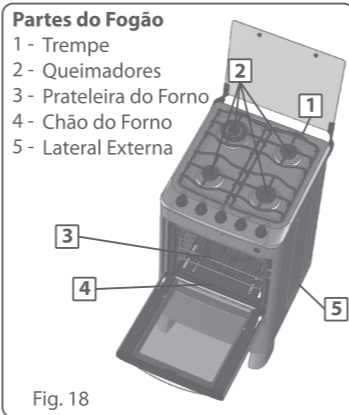

Fig. 18
▶ **Para a limpeza das peças do fogão** (queimadores, laterais, trespes, tampão de vidro, frente e chão do forno. (Fig.18) **passe uma esponja macia com água e sabão neutro**, em seguida enxugue-as com um pano seco e macio.